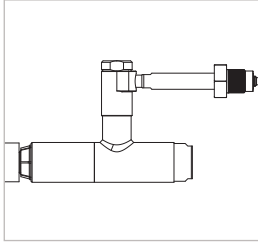

Figure 11
- ▶ Éliminer de nouveau la pression pilote. Le connecteur s'ajuste automatiquement à la pièce d'essai afin d'établir une connexion étanche. (Figure 11).